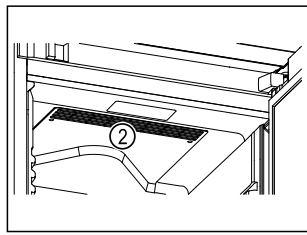

Fig. 63
- A belső térben lévő keringető ventilátor szellőzőnyílásait Fig. 63 (2) tartsa szabadon.